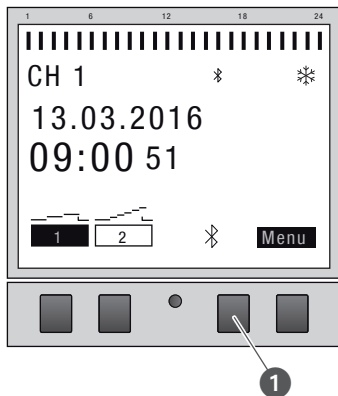

Fig. 20: Stabilire una connessione Bluetooth all'interruttore orario.
1. Premere il tasto Bluetooth (Fig. 20/①) sull'interruttore orario.